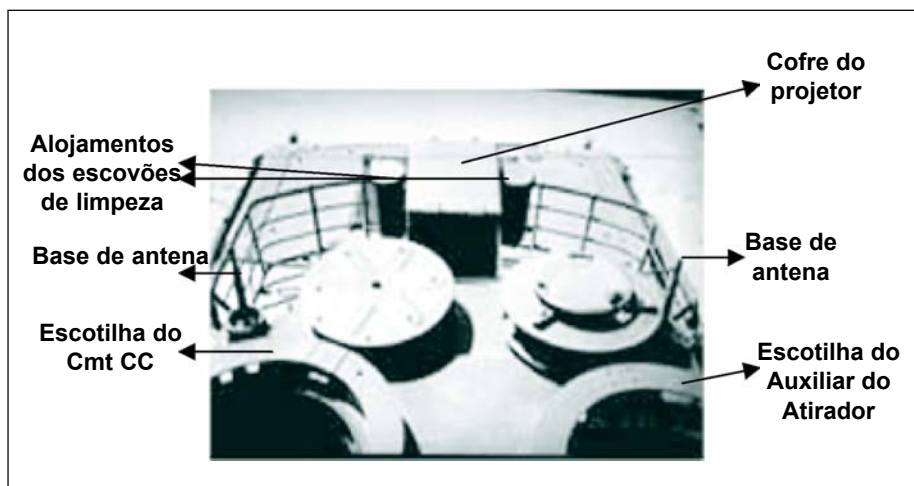

Fig 2-1. Parte superior da torre
(1) A torre pode girar 360° sobre um rolamento a bilhas fixado na carroceria. O canhão pode ser apontado mecanicamente em elevação e direção ou através de um sistema eletrohidráulico.
(2) Na parte exterior traseira da torre existe um cesto no qual o material da guarnição pode ser colocado. No centro do cesto existe um cofre para o projetor. À esquerda e à direita desse cofre existem dois alojamentos destinados às escovas de limpeza do tubo do canhão (Fig 2-1).
(3) Na parte superior da torre encontram-se as escotilhas do Comandante do Carro de Combate (Cmt CC) e do Auxiliar do Atirador (Aux At), as bases das antenas, os captores de vento lateral e de temperatura do ar, entre os quais existe uma barra de fixação para colocação de um farol de busca (quando este componente estiver presente), o periscópio do atirador e a objetiva da luneta do Cmt CC. Em torno das escotilhas supracitadas existe um trilho circular que permite o deslocamento da metralhadora antiaérea em 360°. Os periscópios do Cmt CC e Aux At, utilizados para a observação com as escotilhas fechadas, podem ser vistos à frente e abaixo dos trilhos de suas respectivas escotilhas (Fig 2-1).